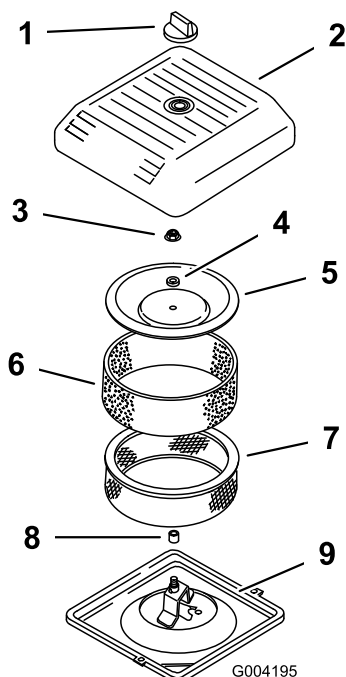

図 14
2. エア・クリーナのカバーを固定しているノブを外し、カバーを取り出す(図 14)。
3. ペーパー・エレメントについているスポンジ・エレメントを注意深く外す(図 14)。
4. カバー・ナットを外し、カバー、スペーサ、ペーパー・エレメントを外す(図 14)。
2. エア・クリーナのベースにエア・クリーナ・アセンブリを取り付ける (図 14)。
3. カバーとスパーサを元どおりに取り付け、ナットで固定する (図 14)。ナットを 95 inch-lb (1.0 kg.m) にトルク締めする。
4. エア・クリーナのカバーを元通りに取り付け、ノブで固定する (図 14)。